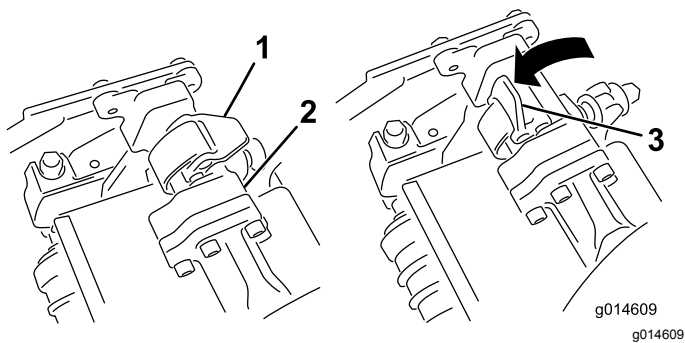

**Рисунок 35**
2. Поднимите и поверните вверх подножку, открывая доступ к центральному режущему блоку (Рисунок 35).